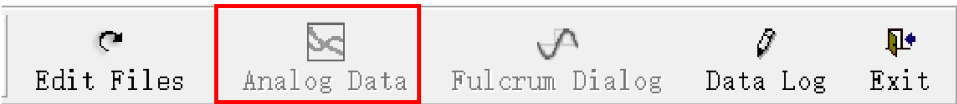

图 27
2、关于载荷数据同步的说明。当需要将试验机的数据 DIC 数据进行同步时，可以打开 Vic-Snap 软件选择工具栏中的模拟数据窗口，如图 27 所示。